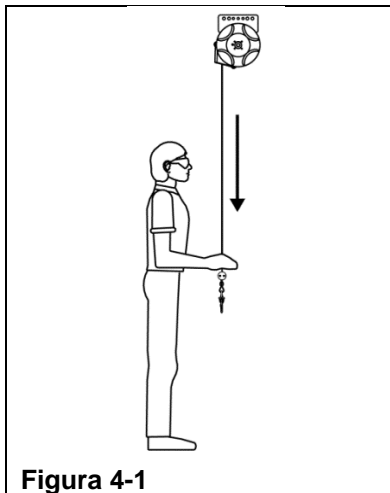

Figura 4-1
- Etapa 2. Puxe para baixo com força o cabo ou a corrente. (Ver Figura 4-1) Se ainda assim a carga não baixar, prossiga para a etapa 3.